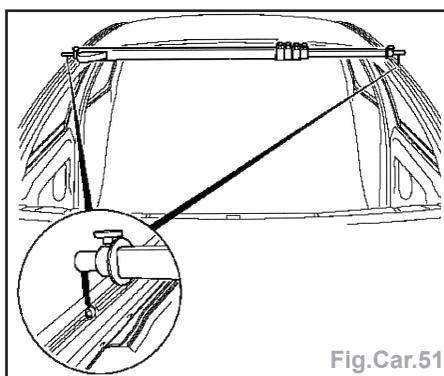

Fig.Car.51
- Mesurer le montant A (Fig.Car.51) :